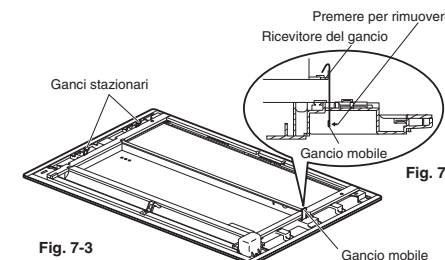

Fig. 7-3
- (1) Fissare i ganci su entrambi i lati del pannello del soffitto all'unità interna. I ganci su un lato (2 punti) sono stazionari, mentre il gancio sull'altro lato è mobile. (Fig. 7-3)
- (2) Posizionare il pannello a una leggera angolazione e fissare i ganci stazionari del pannello sui ricevitori del gancio sul lato dell'unità interna.
- (3) Dopo aver verificato che i ganci sono fissati, premere l'altro lato del pannello verso l'alto in modo che sia orizzontale. Premere verso l'alto finché il gancio mobile si è fissato sul ricevitore del gancio sull'unità interna.
- (4) Verificare che i ganci su entrambi i lati del pannello del soffitto siano stati saldamente fissati prima di togliere le mani. A questo punto il pannello viene provvisoriamente fissato all'unità interna.